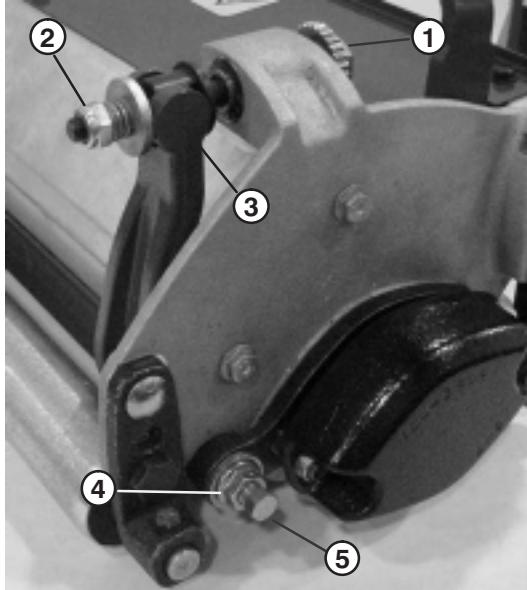

Bild 51
- Drehen Sie die Einstellschraube der Schnittleiste entgegen dem Uhrzeigersinn, damit sich der Abstand zwischen Schnittleiste und Spindel vergrößert (Bild 51).
- Drehen Sie die Federspannungsmutter so weit hinaus, bis die Scheibe nicht mehr gegen die Schnittleiste angespannt ist (Bild 51).
- Lösen Sie an jeder Seite der Maschine die Klemmmutter, mit der die Schnittleistenschraube befestigt ist (Bild 51).
- Nehmen Sie jede Schnittleistenschraube ab, damit die Schnittleiste nach unten gezogen und von der Maschine entfernt werden kann. Bewahren Sie die beiden Nylon- und die beiden Scheiben aus gestanzten Stahl an jedem Ende der Schnittleiste auf (Bild 51).